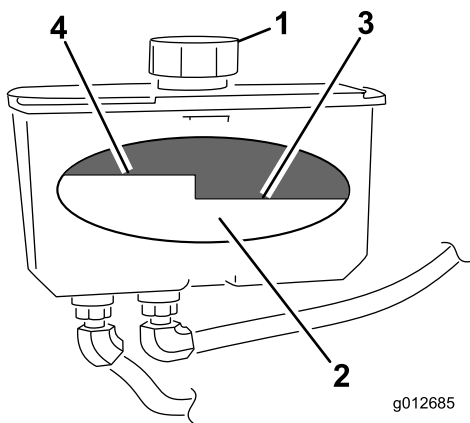

Figura 72
4. Limpie alrededor del cuello de llenado y el tapón del depósito de aceite hidráulico (Figura 72).
5. Retire el tapón del cuello de llenado. Mire dentro para comprobar el nivel de aceite en el depósito. (Figura 72).
Nota: El nivel de aceite debe llegar a la parte superior del nivel caliente del tabique cuando el aceite está caliente (Figura 72).